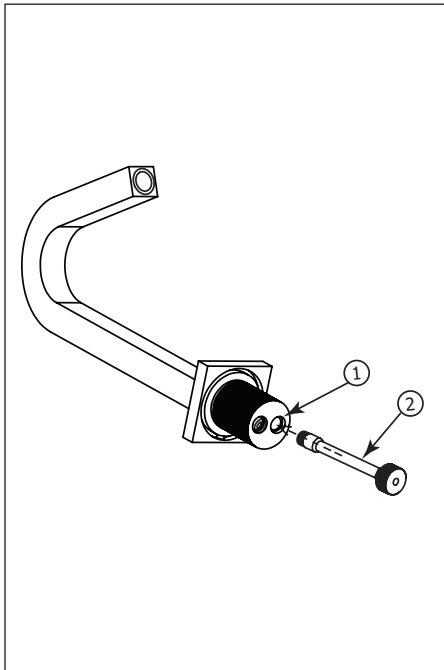

Fig.1
-Screw the inlet extension (2) to the water inlet (1) of the spout as shown (Fig.1).
-Visser la tige d'extension (2) à l'entrée d'eau (1) du bec tel qu'illustré (Fig.1).